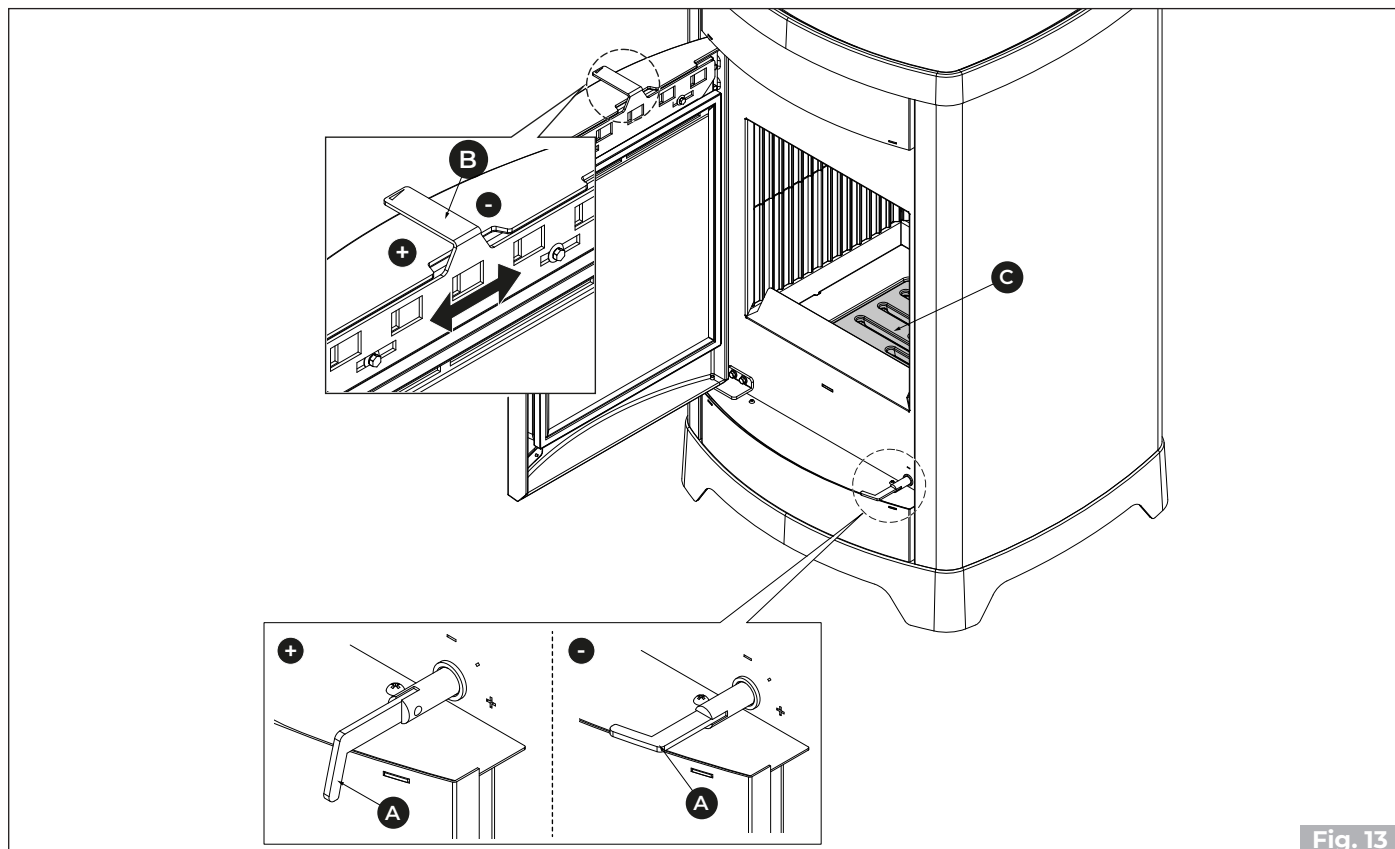

Fig. 13
- Utilizando el guante proporcionado, abrir al máximo (+) el registro de aire primario (A) y la limpieza del vidrio (B)
- Apoyar con cuidado las piezas de madera en la rejilla del fogón (C) (Fig. 13).
- Mantener el registro de aire comburente (A) y la limpieza del vidrio (B) abiertos (+) para garantizar una llama alta y luminosa.
La combustión se regula desde el registro del aire (A) (Fig. 13). Rotándolo hacia los símbolos (+) o (-) se obtendrá un mayor o menor flujo de aire comburente y en consecuencia una combustión más rápida o más lenta.